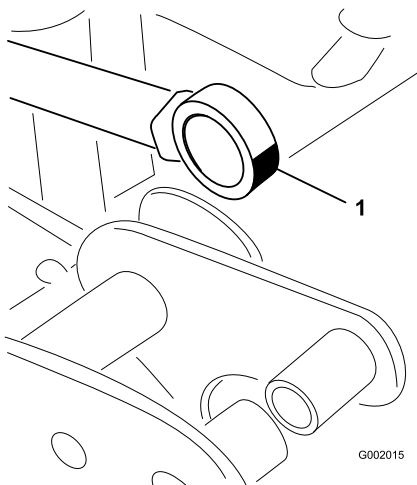

Figura 72
5. Ruotate il cuscinetto terminale dell'asta e applicate del grasso sul cuscinetto (Figura 72).